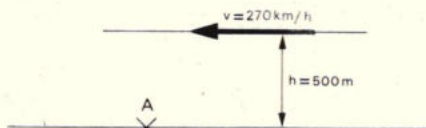

Fig. 2.
4. Een vliegtuig vliegt horizontaal op een hoogte $h = 500 \text{ m}$ met een snelheid $v = 270 \text{ km/h}$ (zie fig. 2). Als het vliegtuig boven punt A is valt een voorwerp uit het vliegtuig.